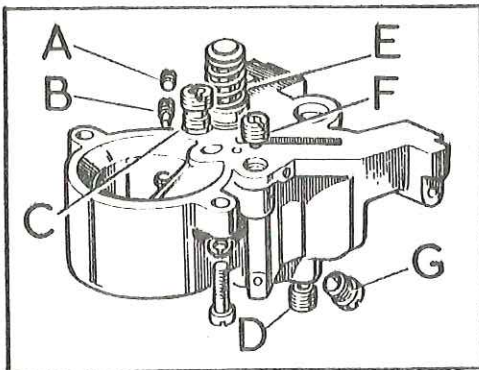

Fig. L2-5 Bloque de emulsión
- 3.6. Atornillador en sus respectivos agujeros roscados el surtidor ciego, C (Fig. L2-5) y el ralentí, F.